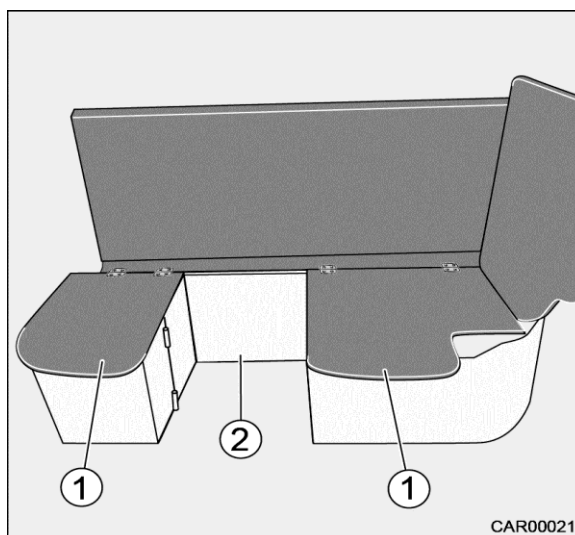

Fig. 30 Transformation du 5e siège
8. Retirer la paroi de séparation (Fig. 30/2) hors du socle au milieu du véhicule.
10. Rabattre les plaques de siège (Fig. 30/1).